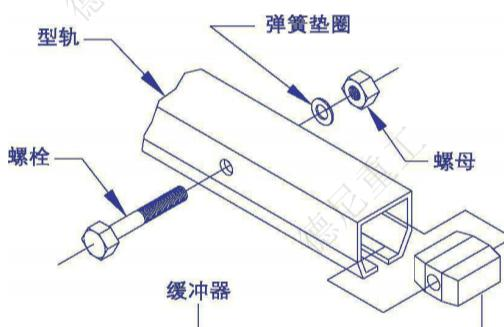

图5H. 安装终端缓冲器
5.21 将一个缓冲器安装到主梁非动力输送的一端 （图 5H）。